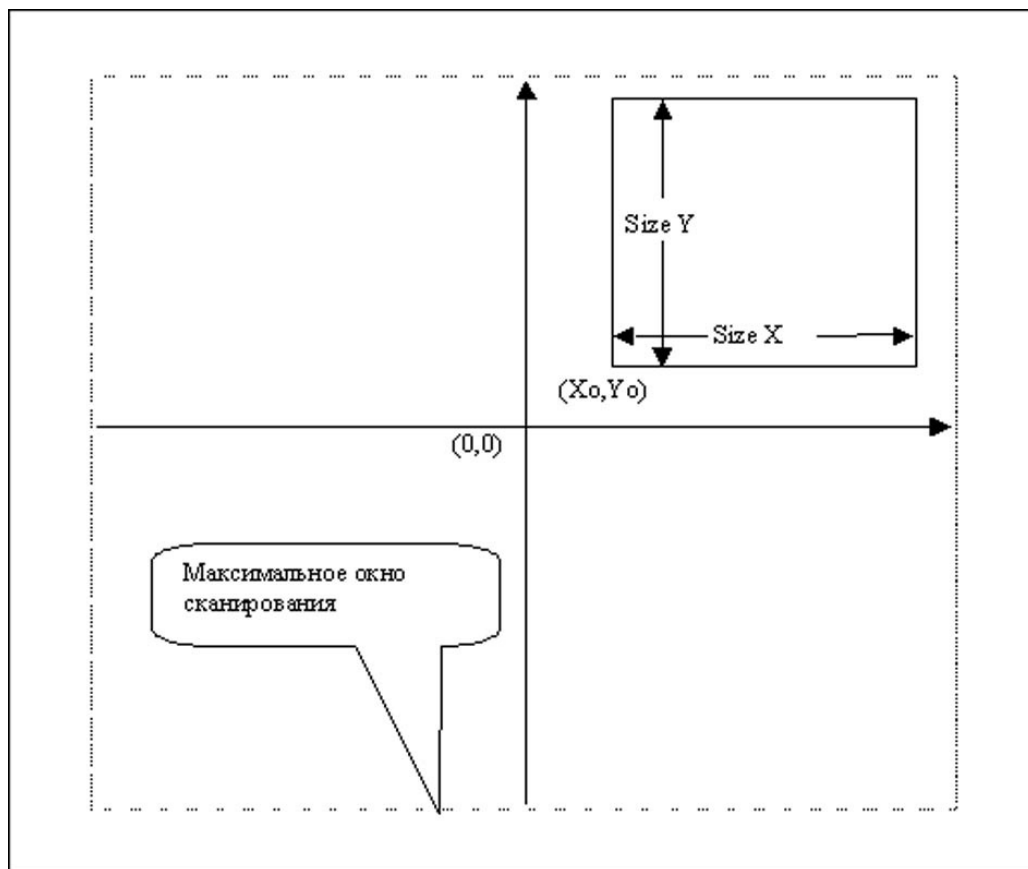

Рис. 2.11. Размеры окна сканирования.
- $X_0$ ,  $Y_0$ , Ширина, Высота - координаты нижнего левого угла окна сканирования и его размеры (рис. 2.11). Размеры и позицию можно менять во время сканирования, изменения будут произведены на ходу. При изменении этих параметров размеры окна имеют больший приоритет, и в том случае, когда размеры задаются довольно большими, координаты нижнего левого угла автоматически уменьшаются. Ширина всегда соответствует горизонтальному размеру окна, а Высота вертикальному, независимо от выбора быстрой